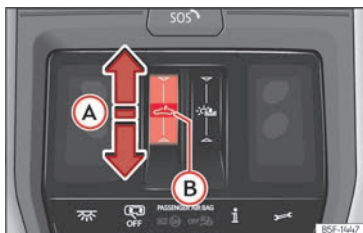

Abb. 87 Im Dachhimmel: Bedienelement für Glasdach.
- Automatische Bewegung: Den Finger nach hinten über den Funktionsbereich **(Abb. 87) A** ziehen.
- Innerhalb von etwa 5 Sekunden nach der Aktivierung des Einklemmschutzes den Finger nach vorne über den Funktionsbereich »» (Abb. 87) ⚠ ziehen und gedrückt halten bis das Dach vollständig geschlossen ist.